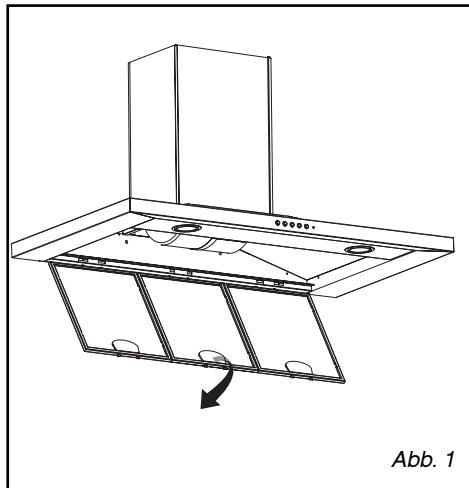

Abb. 1
• Ausbau der Filterkassette (Abb. 1)